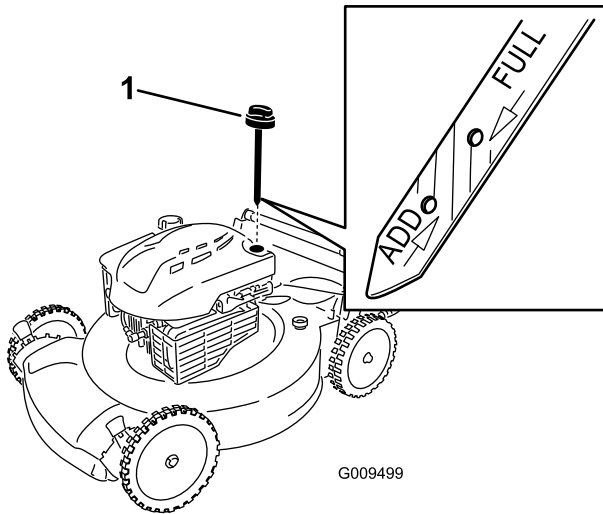

Figura 5
1. Retire la varilla (Figura 5).
2. Vierta **lentamente** aceite en el tubo de llenado hasta que el nivel llegue a la marca "**Full**" (lleno) de la varilla (Figura 5). Después de añadir aceite, espere 3 minutos antes de comprobar el nivel de aceite con la varilla. **No llene demasiado.** (Capacidad máxima: 0,59 l (20 onzas), tipo: SAE 30, aceite detergente con clasificación de servicio API SF, SG, SH, SJ, SL o superior.)